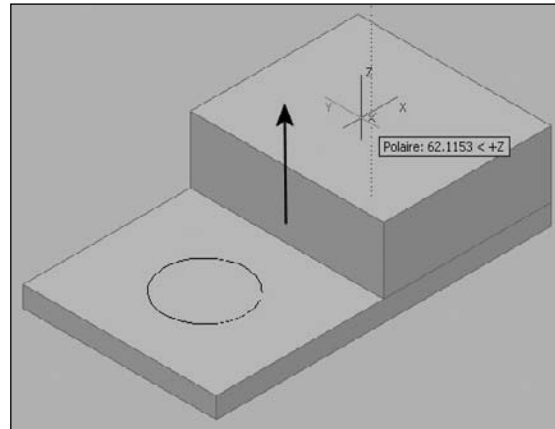

Fig.17.42
- [5] Faites glisser la souris pour tirer sur la zone délimitée. Cliquez ou entrez une valeur pour spécifier la hauteur (fig.17.42).